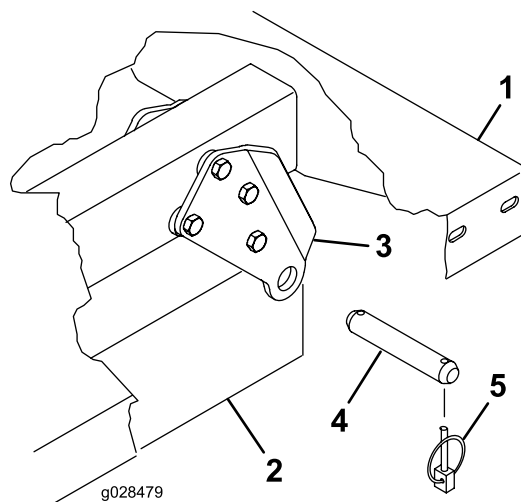

Figura 4
2. Coloque con cuidado la plataforma sobre el bastidor del vehículo y alinee los taladros traseros de los soportes del pivote de la plataforma con los taladros del perfil trasero del bastidor (Figura 4).
3. Fije los soportes de pivote a los perfiles del bastidor con un pasador de horquilla y 2 pasadores de seguridad (figura 4).